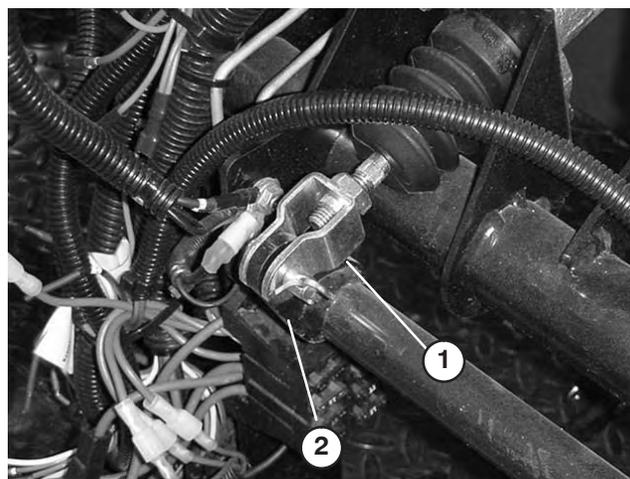

Figure 59
1. Retirez la goupille fendue et l'axe de chape qui fixent la chape du maître-cylindre au pivot de la pédale de frein (Fig. 59).
3. Desserrez les écrous de blocage qui fixent la chape à l'arbre du maître-cylindre (Fig. 59).